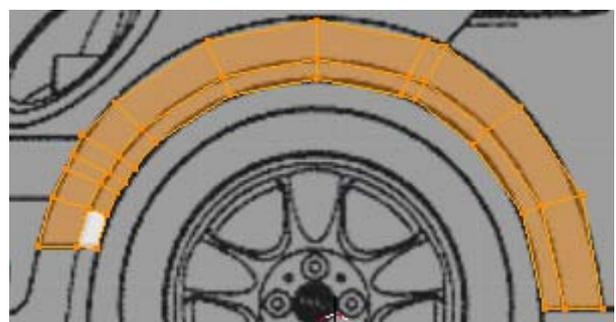

Figura 4.114
1. Neste momento, apenas a malha do aro da roda frontal está visível. Entre em modo edição, figura 4.114.